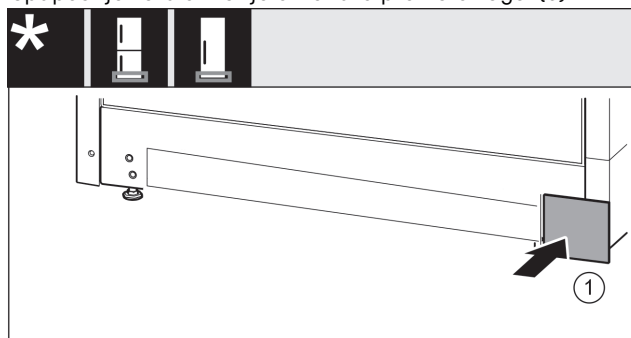

Fig. 37
- Ponovno natakните pokrov na drugu stranu. Fig. 37 (1)